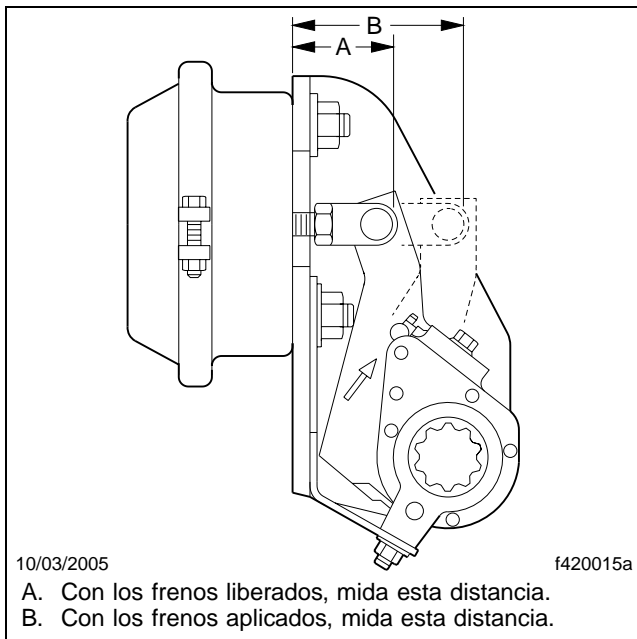

Figura 11.17, Revisión del recorrido del freno, ajustador de tensión automático Haldex
Si el brazo de control está completamente liberado, instale el pasador de la horquilla. Si los orificios del ajustador y de la horquilla no siguen alineados, significa que el brazo de control no está en contacto con el tope interno del cuerpo del ajustador. Esto indica que la instalación es incorrecta. Mueva el ajustador hasta que se alinee con el orificio de la horquilla, e instale el pasador de la horquilla. Afloje la tuerca del brazo de control, y gire el brazo de control hacia la cámara de freno hasta que se sienta que entra en contacto con el tope interno. Vea la **Figura 11.17**, Ref. A. Asegúrese que el perno prisionero del brazo de control se mueva libremente en la ranura de la placa de anclaje.
- Con los frenos liberados, mida la distancia desde la cara de la cámara de aire al lado opuesto del orificio del pasador de horquilla. Vea la **Figura 11.17**, Ref. A. Anote la distancia exacta llamándole medida A.
- Aplique los frenos de servicio y manténgalos aplicados con una presión de línea plena de por lo menos 80 psi (550 kPa). Mida la distancia desde la cara de la cámara de freno hasta el lado opuesto del orificio del pasador de la horquilla. Vea la **Figura 11.17**, Ref. B. Anote la distancia exacta llamándole medida B.